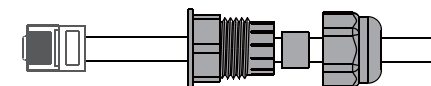

Figura 4.8-3 Cierre remoto de la conexión del cable
**Paso 3-2** Para apagado remoto. Pase el cable a través de la placa de acero y, a continuación, conecte los pines 5 y 6. La Tabla 4.5-1 describe la definición del puerto de 6 pines, El cableado se muestra en la Figura 4.8-3